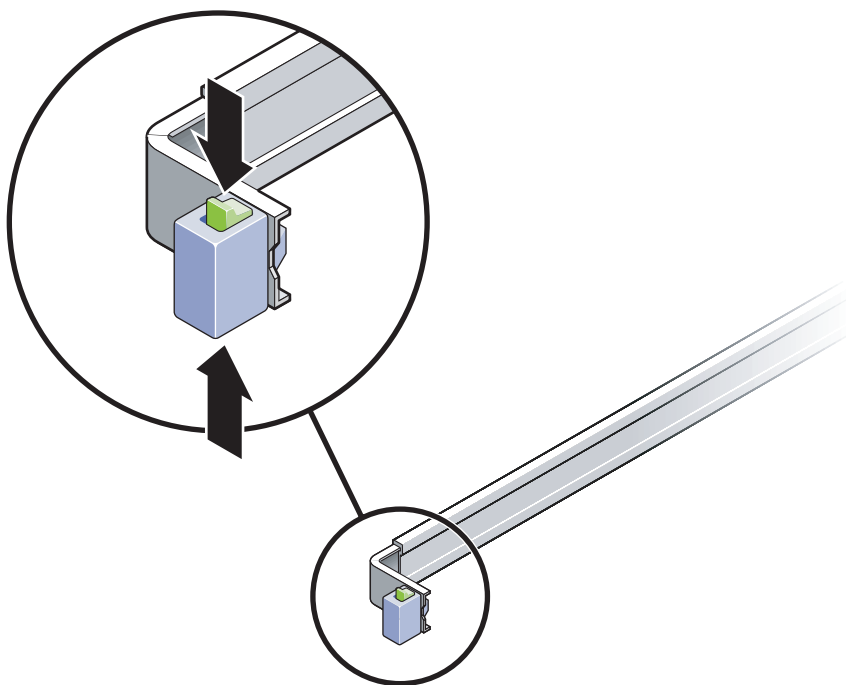

FIGURE 2-25 Débloquage de l'assemblage du rail coulissant
2. Débloquez les boutons de verrouillage du coulissement (FIGURE 2-25) aux extrémités droite et gauche du châssis du serveur, et faites sortir lentement le serveur du rack jusqu'à ce que les rails coulissants arrivent en fin de course.